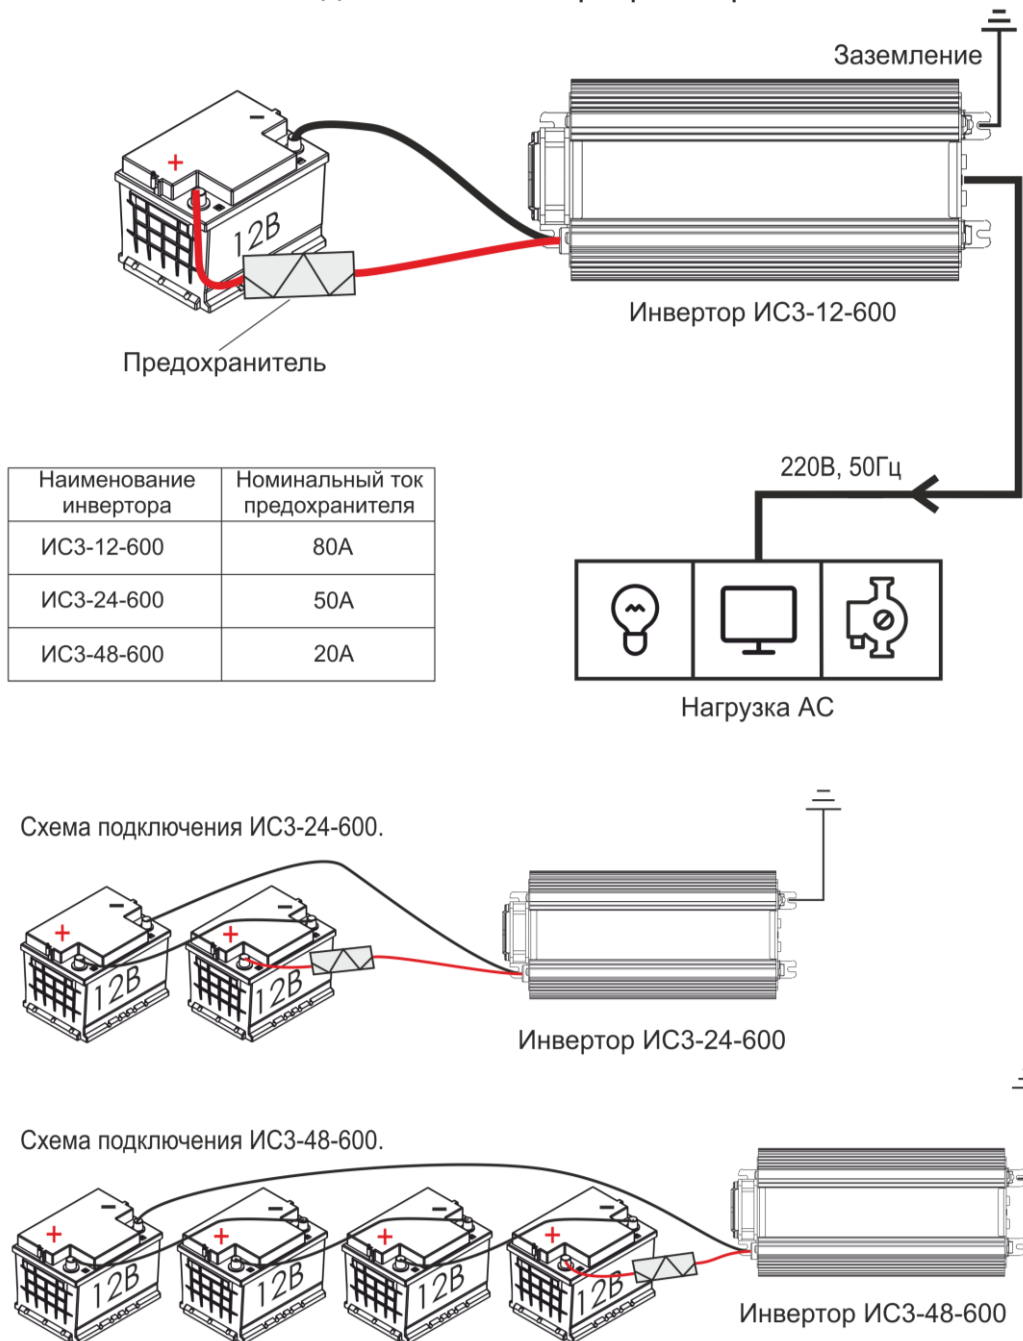

Рис.2.
- 6.3. Подключение инвертора производится в следующем порядке согласно Рис.2:
- подсоедините инвертор к аккумулятору с помощью штатных питающих кабелей через проходной предохранитель, расположенный непосредственно на плюсовой клемме аккумулятора (номинал предохранителя указан на Рис.2).